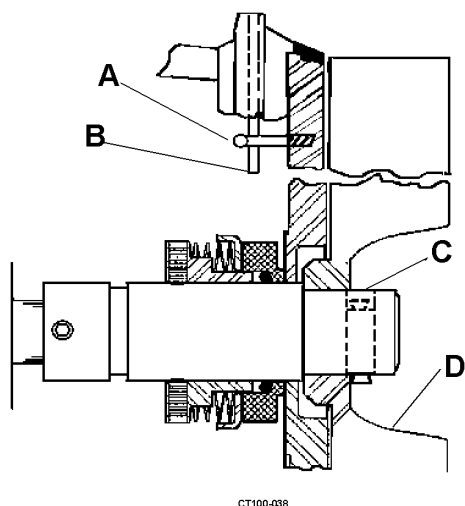

Figura 27 - Installazione della piastra posteriore
5. Installare la piastra posteriore sull'adattatore. Controllare che la fessura nell'anello esterno di tenuta sia innestata nel perno sul collare di comando. Vedere Figura 27.
6. Ruotare la piastra posteriore fino a quando i perni della piastra posteriore si inseriscono nei perni dell'adattatore. (Vedere Figura 27, rif. A e B.)
7. Ruotare l'albero fino a quando il foro del perno alla fine è in posizione orizzontale. Inserire il perno della girante (Figura 27, rif. C), centrarlo nell'estremità dell'albero e far scorrere la girante (Figura 27, rif. D) sull'albero.
1. Installare piastra posteriore, guarnizione e alloggiamento. Vedere Figura 27 a pagina 24.